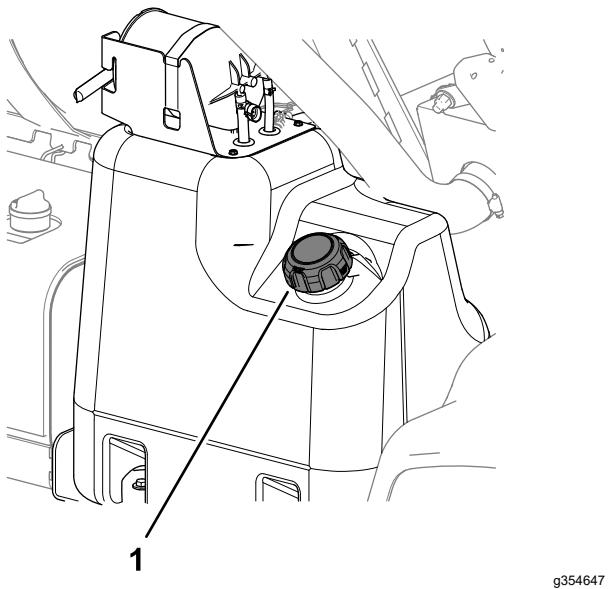

Bild 16
2. Reinigen Sie den Bereich um den Tankdeckel (Bild 16).